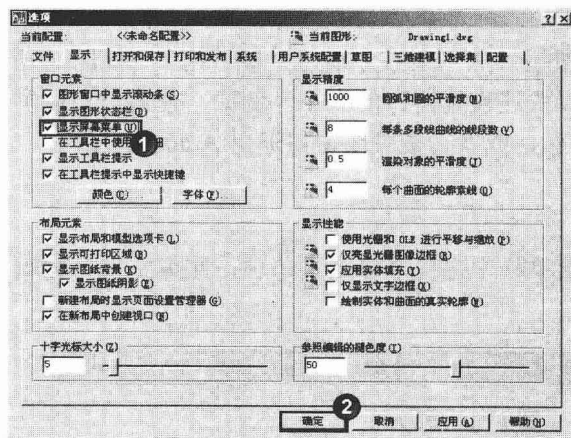

图 1-13 调用屏幕菜单
Step 01 选择“工具”/“选项”菜单命令，系统弹出“选项”对话框，在“显示”选项卡中勾选“显示屏幕菜单”复选框，然后单击 **确定** 按钮，如图 1-13 所示。